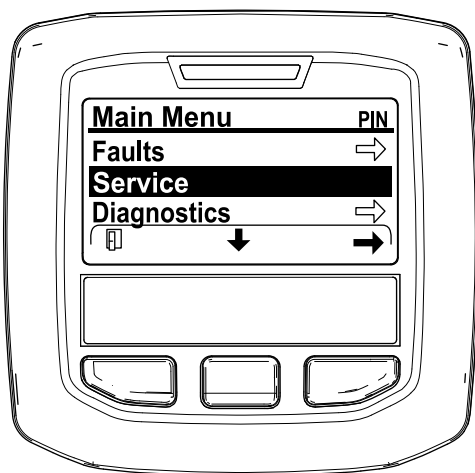

Bild 48
2. Navigieren Sie auf das HAUPTMENÜ, drücken Sie die mittlere Taste, um auf das Menü SERVICE zu navigieren; drücken Sie die rechte Taste, um die Option SERVICE auszuwählen (Bild 48).